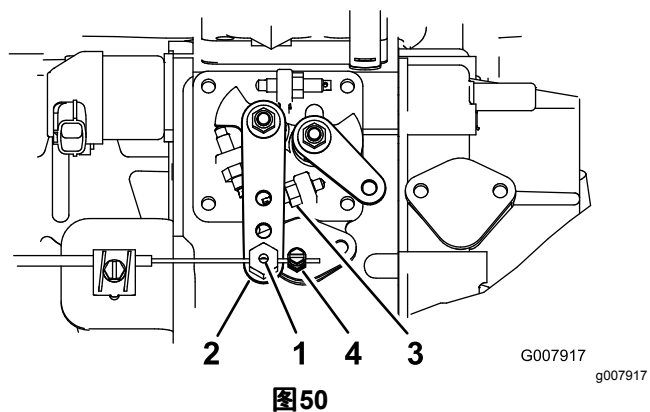

图50
2. 拧松油门拉线接头接头位于油门拉线上靠近喷射泵控制杆的地方 图50。
3. 将喷射泵控制杆臂固定到高怠速限位螺栓 图50上。